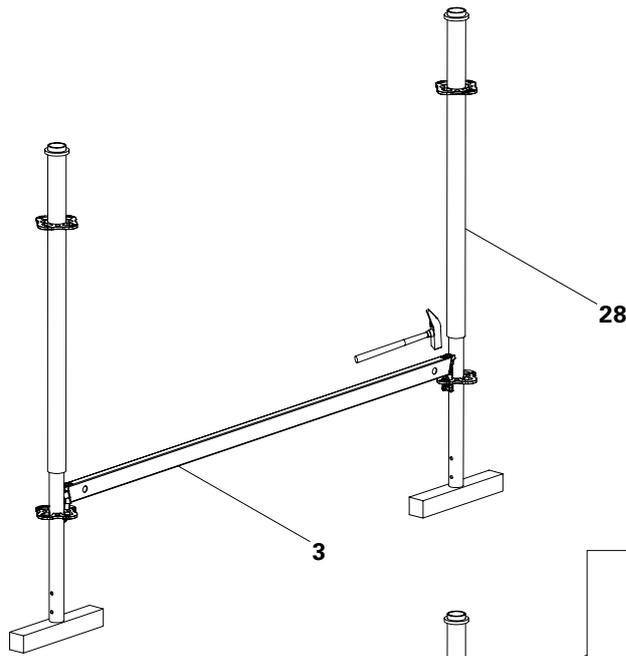
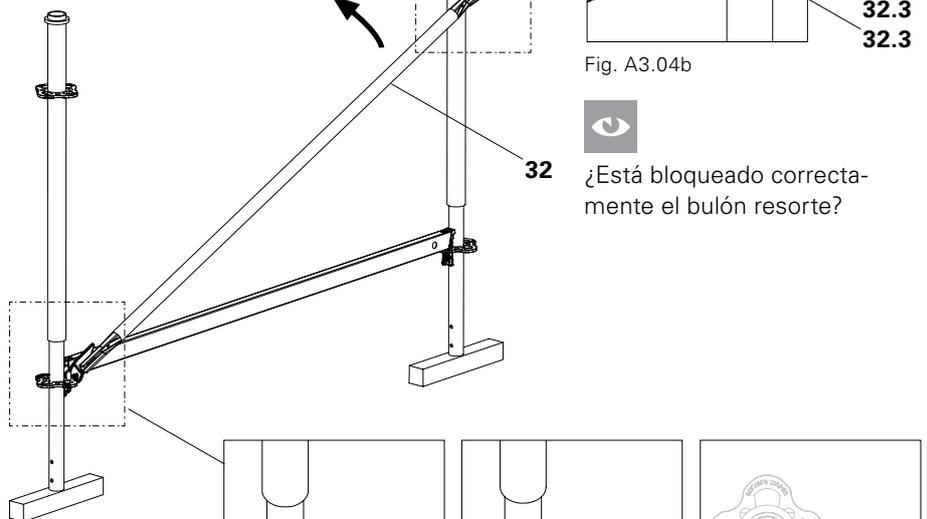

Fig. A3.03
Fig. A3.04
1. Parar los verticales sin espiga (28) de diámetro mas pequeño sobre tablonnes de madera y colocar los largueros (3). Fijar las cuñas con golpe de martillo. (Fig. A3.03)
2. Colocar las diagonales eje roseta (32) cruzadas:
- Insertar el conector de base (32.1) inclinado a 45° en el orificio circular de la roseta y bascular la diagonal eje roseta hacia adentro a nivel del larguero. (Fig. A3.04 + A3.04a)
- Tirar hacia afuera el bulón resorte (32.3) del cabezal y desplazar el cabezal (32.2) de costado sobre la roseta, hasta que el bulón esté fijo en el orificio circular de la roseta. (Fig. A3.04 + A3.04b)
- Soltar el bulón resorte para que bloquee en el orificio de la roseta. (Fig. A3.04)